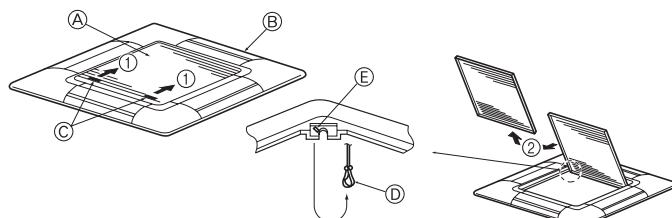
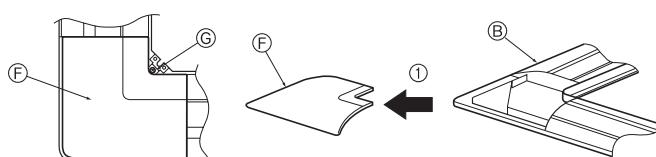

Fig. 5-3
Fig. 5-4
5.2.1. Verwijderen van de gril van de inlaatopening (Fig. 5-3)
- Schuif de hendels in de richting die wordt aangegeven door de pijl ① om de gril van de inlaatopening te openen.
- Verwijder nu het scharnier van de gril van de inlaatopening zoals aangegeven door de pijl ②, terwijl de gril in de geopende positie staat.
5.2.2. Verwijderen van het hoekpaneel (Fig. 5-4)
- Verwijder de schroef uit de hoek van het hoekpaneel. Schuif het hoekpaneel in de richting aangegeven door de pijl ① om het paneel te verwijderen.